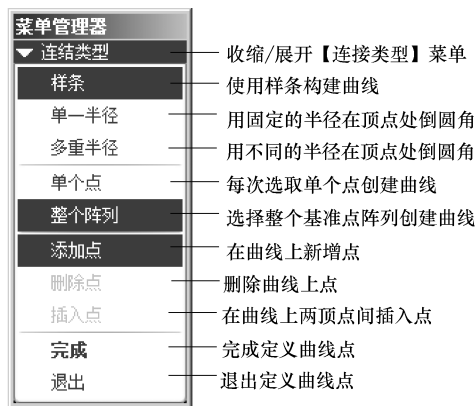

图 5-36 【连结类型】菜单管理器
(3) 此时，【曲线选项】菜单成为【连结类型】菜单，从中选择通过点时曲线的顶点类型，并可以编辑曲线的顶点，如图 5-36 所示。
(4) 在图形区选择点或者点阵列，并且添加点或者删除点，进行编辑顶点的操作。
(5) 符合设计要求后，在【曲线：通过点】对话框中单击 **确定** 按钮，完成基准曲线的创建。